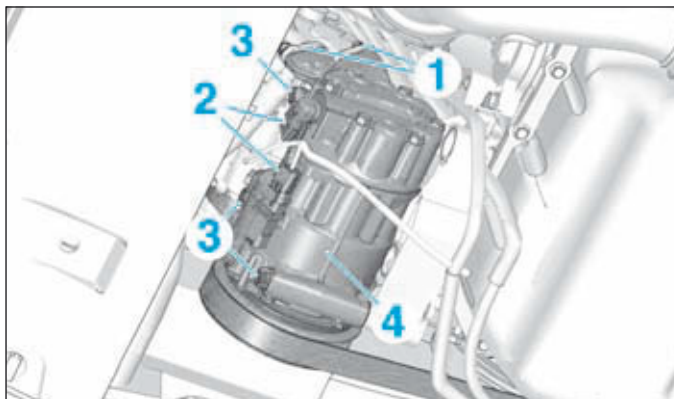

FIG.4
- Débrancher les raccords (1) (Fig.4).
- Débrancher les connecteurs (2).